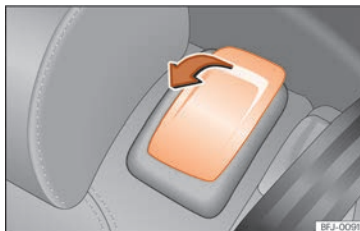

Fig. 112 Segunda fila de bancos: comandos da ajuda no acesso.
- Retire os objetos que se encontrem na zona dos pés da segunda fila de bancos » ❶.
- Puxe o manípulo de desbloqueio no sentido da seta » **Fig. 112**.
- Puxe o manípulo » **Fig. 112** e empurre o encosto do banco para atrás de forma a ficar em posição vertical. Todo o banco baixa » ⚠.